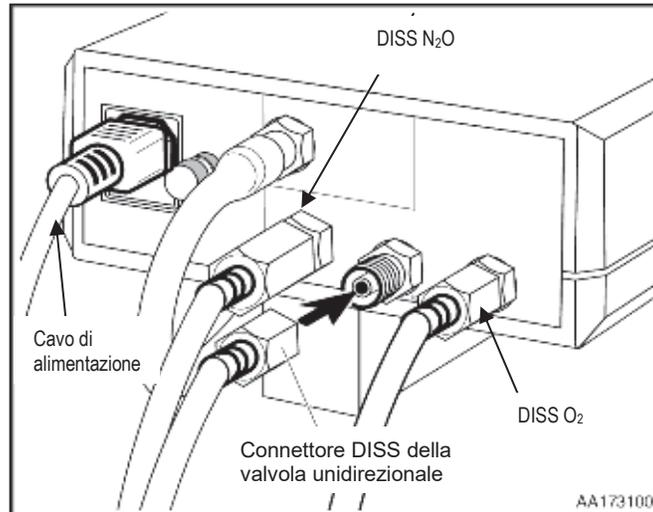

Figura 3. Connessioni sul retro dell'unità
1. Collegare il raccordo esagonale DISS femmina del tubo del protossido di azoto al raccordo DISS maschio (N₂O INLET) sul retro del miscelatore (Figura 3). Inizialmente chiudere a mano, poi completare il serraggio con una chiave fissa da 7/8 di pollice (per circa 1/8 di giro). *Non serrare eccessivamente.*
2. Collegare il raccordo esagonale DISS femmina del tubo dell'ossigeno al raccordo DISS maschio (O₂ INLET) sul retro del miscelatore (Figura 3). Inizialmente chiudere a mano, poi completare il serraggio con una chiave fissa da 11/16 di pollice (per circa 1/8 di giro). *Non serrare eccessivamente.*
Nei casi in cui sia necessaria la rianimazione di emergenza con ossigeno, è disponibile presso Matrix un rianimatore opzionale con valvola unidirezionale (N. parte 91505085) che va collegato direttamente all'uscita dell'O₂ sul retro dell'unità (Figura 3).